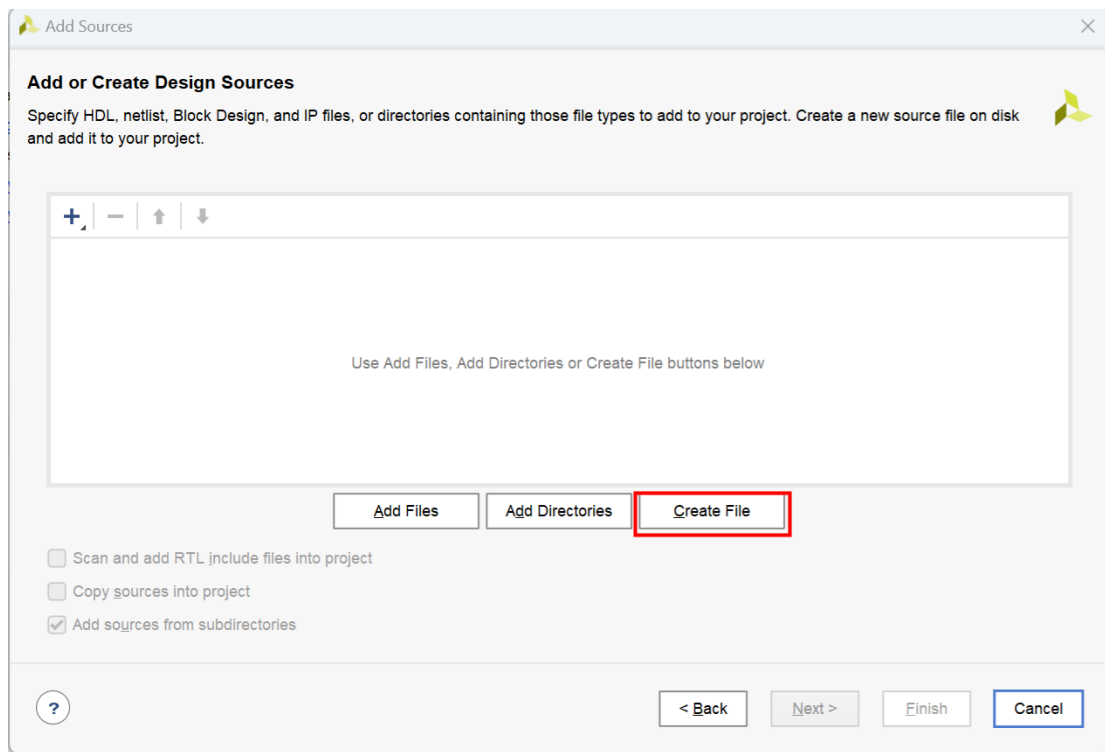
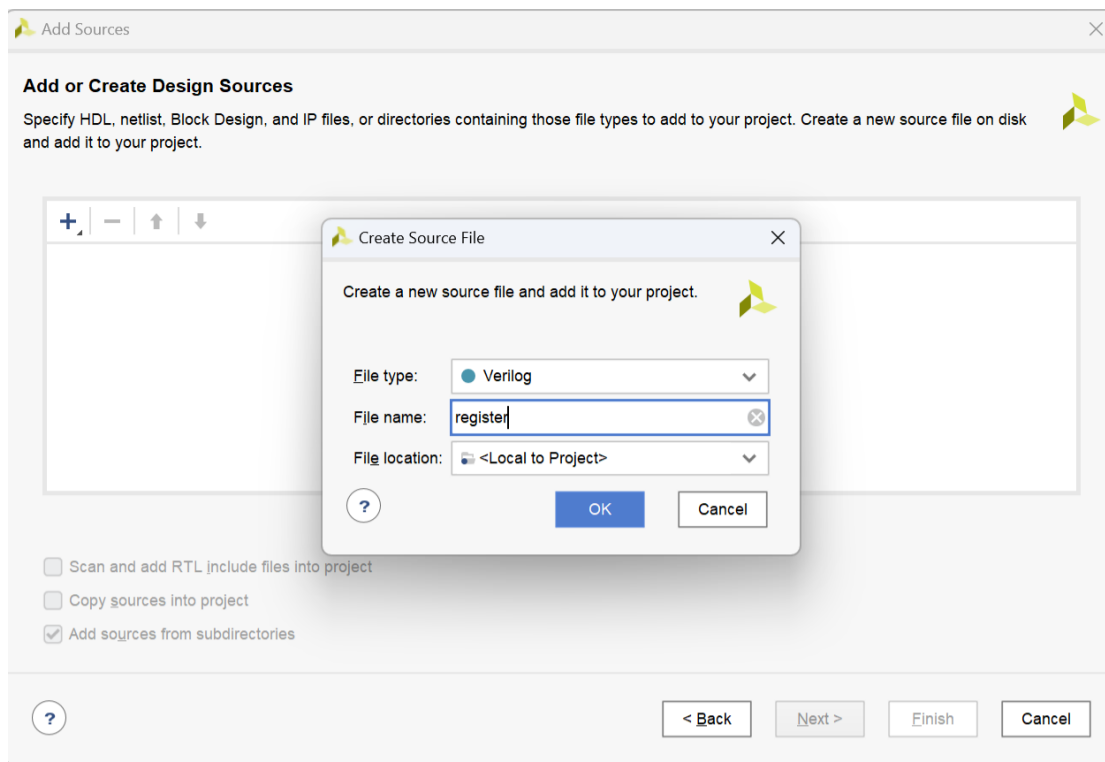

图 3.4.13 点击 Create File
图 3.4.14 Create register source file
(2) 选择“Create File”（图 3.4.13），file name 命名为“register”并选择“OK”（图 3.4.14）。然后选择 Finish，创建文件结束。